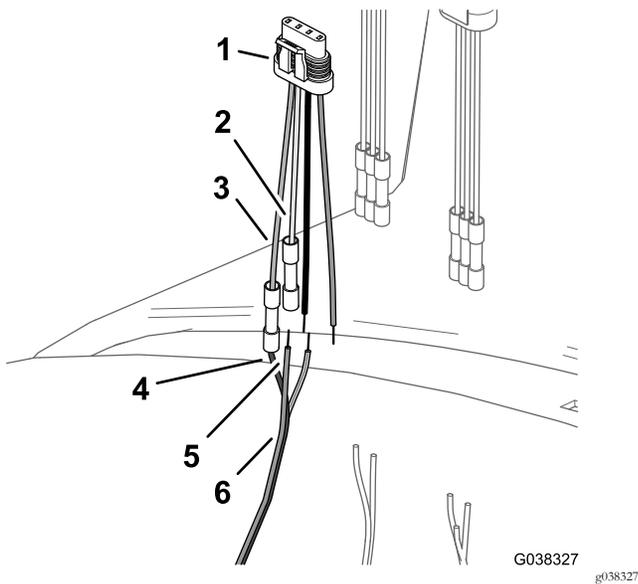

Bild 39
- Fluchten Sie das braune Kabel des DIN-Kabelbaums mit dem grauen Kabel des 4-Stift-Adapters für das Dosierungsventil (Bild 39) aus, siehe Kabeltabelle für das Dosierungsventil.
6. Stecken Sie das blaue Kabel des DIN-Kabelbaums und den Kabelmuffenanschluss des grünen Kabels des 4-Stift-Adapters für das Dosierungsventil (Bild 39).